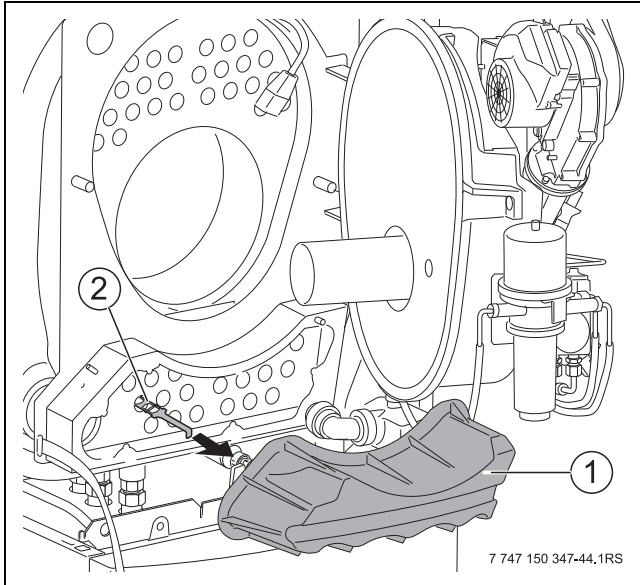

Bild 69 Turbulatoren herausziehen
- Abgasschalldämpfer (→ Bild 69, [1]) entfernen.
- Turbulatoren (→ Bild 69, [2]) entnehmen und reinigen.